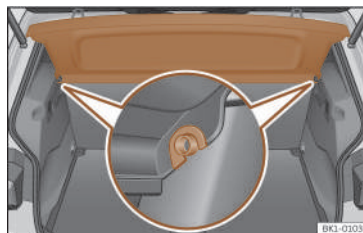

Fig. 153 Nel bagagliaio: smontare e montare il ripiano.
- Staccare il pianale dai supporti laterali >>> **fig. 153** tirandolo verso l'alto ed estrarre il pianale.
- Inserire il ripiano in orizzontale facendo coincidere la "mezzaluna" sull'asse dei supporti >>> **fig. 153** e premere verso il basso fino a farlo scattare.